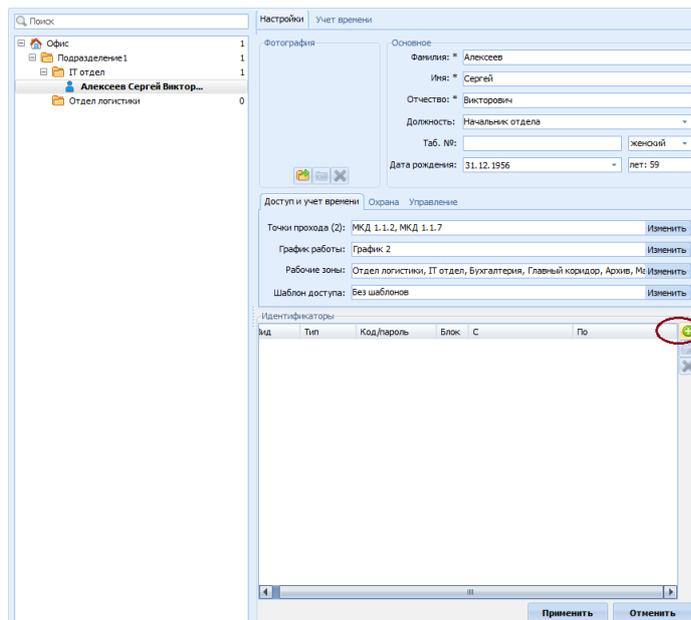

Рис. 32 Добавляем идентификатор сотруднику
- проверить настроенные **Доступные зоны** (у нас IT-отдел ШС) и нажать **Ок** (Рис. 32,32а).